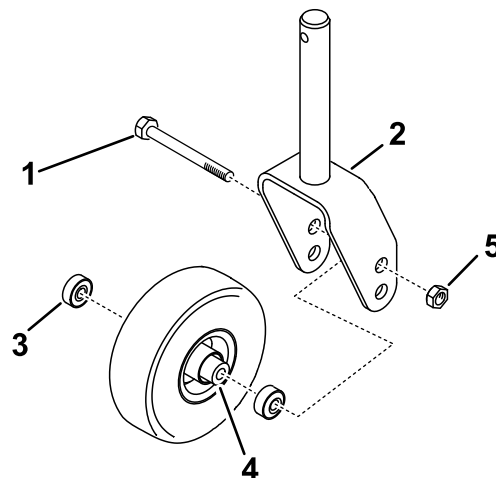

Figura 32
2. Retire a porca de bloqueio do parafuso que fixa o conjunto da roda, no respetivo suporte (Figura 32). Fixe a roda giratória e retire o parafuso da forquilha ou do braço articulado.
3. Retire o rolamento do cubo da roda e deixe cair o espaçador do rolamento para fora (Figura 32). Retire o rolamento do lado oposto ao do cubo da roda.